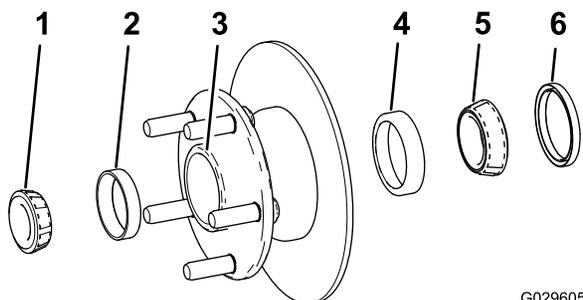

Figura 31
- Retire o rolamento exterior e a correia do rolamento do cubo (Figura 31).
- Retire o vedante, o rolamento interior e a correia do rolamento do cubo (Figura 31).
- Limpe a cavidade do cubo de lubrificante, sujidade e detritos (Figura 31).
- Coloque as correias do rolamento interior e exterior no cubo (Figura 31).
- Encha a cavidade do cubo 50 a 80 % com o lubrificante especificado (Figura 31).
- Monte o rolamento interior na correia no lado interior do cubo e coloque o vedante (Figura 31).